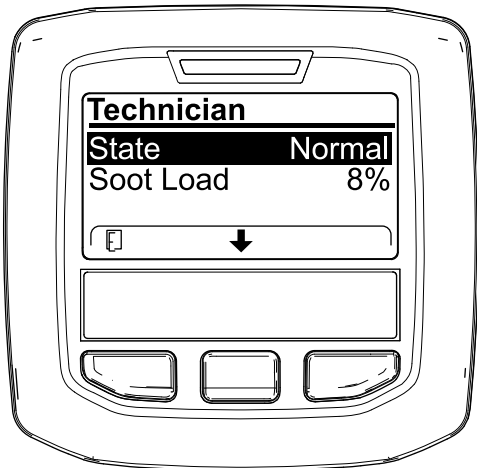

Figura 34
- Utilize a tabela de funcionamento do DPF para compreender o estado atual do funcionamento do DPF (Figura 34).